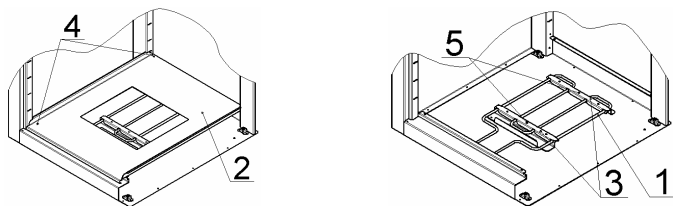

Рис.2 (дверка и правая панель условно не показаны)
- вывернуть 4 винта (рис.2, поз.4), крепящие панель пода (рис.2, поз.2) к корпусу шкафа, снять панель пода;
- вывернуть 2 винта (рис.2, поз.5), крепящие кронштейны ТЭНа (рис.2, поз.3);
- снять кронштейны ТЭНа и сам ТЭН (рис.2, поз.1).